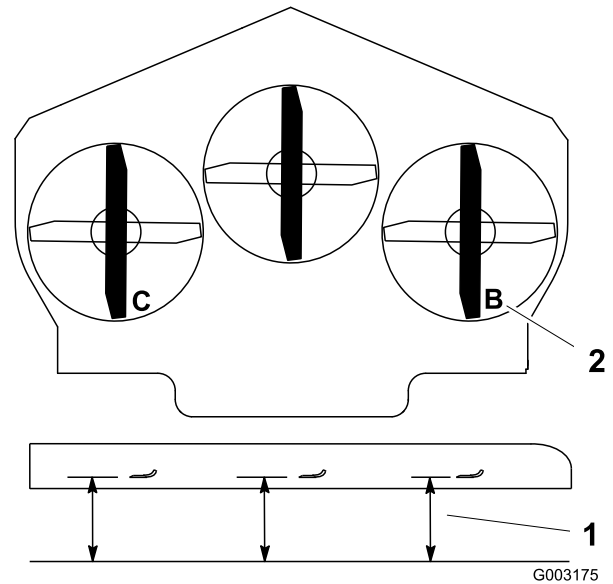

Bild 75
1. Stellen Sie das rechte Schnittmesser in Längsrichtung (Bild 75).
2. Messen Sie das rechte Messer an der Stelle **B** von einer ebenen Oberfläche bis zur Schnittkante der Messer (Bild 75).
4. Stellen Sie das linke Schnittmesser in Längsrichtung (Bild 75).
5. Messen Sie das linke Messer an der Stelle **C** (Bild 75) von einer ebenen Oberfläche bis zur Schnittkante der Messer.